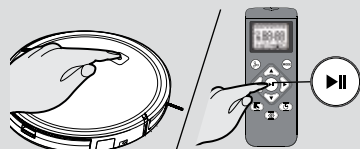

Fig. 10
2. Pulse el botón de encendido/pausa del aparato o el botón de inicio/pausa del mando a distancia para iniciar el proceso de limpieza. **[Fig. 10]**